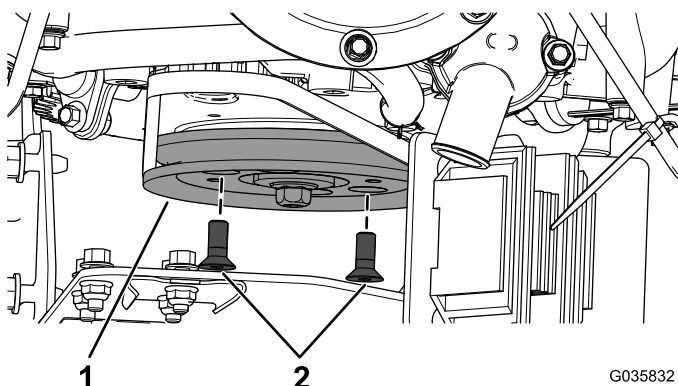

Figura 7
2. Montate la puleggia dell'alternatore sul motore con le 2 viti a testa piana a esagono incassato (M8 x 20 mm), come illustrato nella Figura 7.